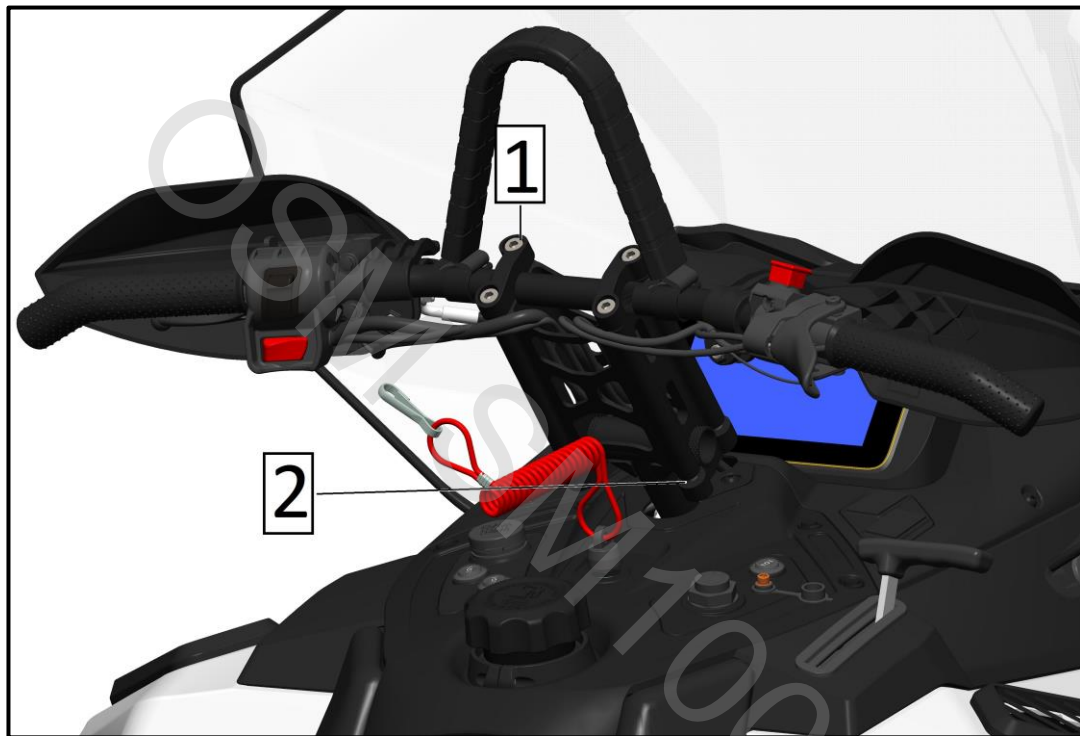

Рис. 8
- Шестигранником 6 мм ослабьте нижние винты (поз. 2, рис. 8), чтобы изменить положение руля путем изменения угла наклона рулевой колонки.
- Шестигранником 6 мм ослабьте верхние винты (поз. 1, рис. 8), чтобы изменить угол наклона руля в рулевой колонке.